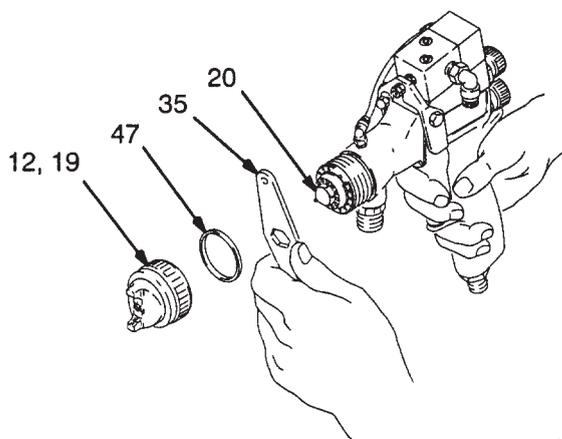

Fig. 1
2. Luftkappen–Haltering (12), Luftkappe (19) und Luftkappendichtung (47) abnehmen.
3. Pistole abziehen, wenn die Materialdüse (20) mit dem Pistolenschlüssel (35) ausgebaut wird. Siehe Abb. 1.